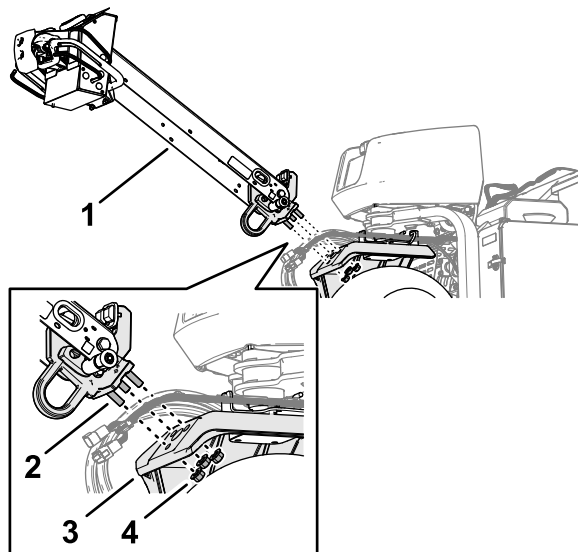

Figura 5
1. Introduzca los espárragos del extremo del manillar en los orificios del brazo de dirección (Figura 5).